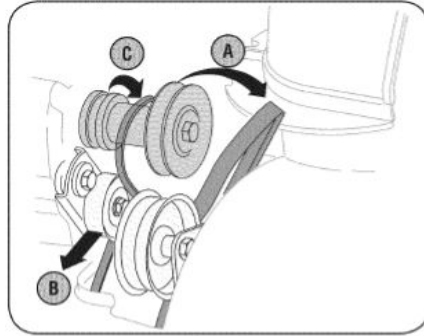

Рис. 27
3. Демонтируйте ремень следующим образом См. Рис. 27: